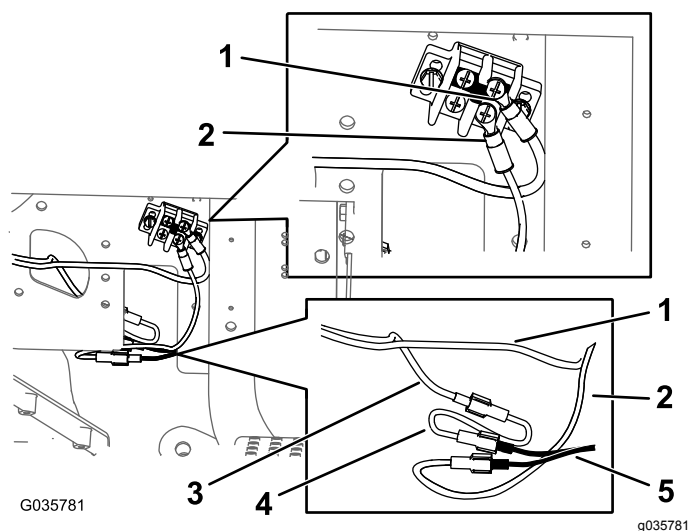

図 15
- C. アースブロックに、ワイヤハーネスのリング端子とアースアダプタハーネスを接続する 図 15。
- D. パワーアダプタハーネスをワイヤハーネスに接続する 図 15。